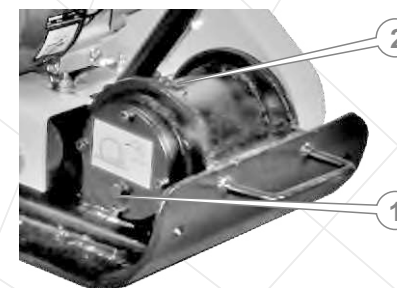

Рисунок 8
5.13. Проверка уровня и замена масла в вибраторе (см. рисунок 8)